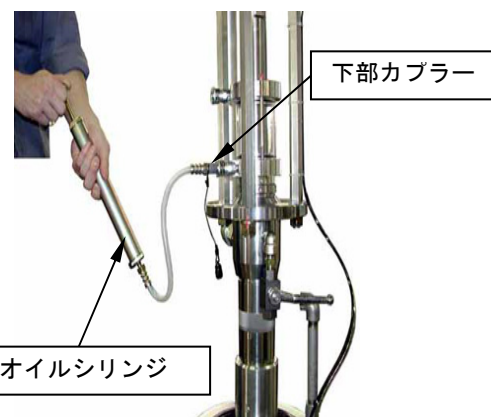

Fig.7.2
- ① 下側カブラーにオイルシリンジ OS-200W（オプション）を接続し、レバーを引きオイルを抜き取ってください。(Fig.7.2)